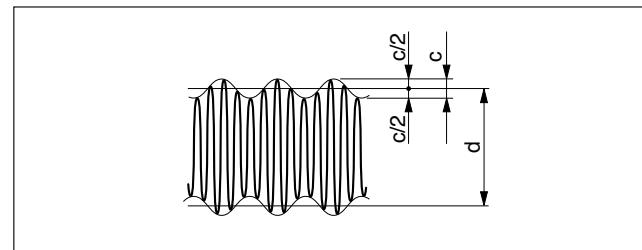

Abb. 5
- ① Den 8poligen DIN-Verbinder (Stecker) in die Anzeigeeinheit einführen, und dann die Anzeigeeinheit einschalten. Das Einschaltverfahren ist der Bedienungsanleitung der LT20A zu entnehmen.
- ② Halten Sie eine Oszilloskopsonde an den PM-Kontakt der Vorverstärkerplatine, und klemmen Sie eine Erdklemme an die Steckverbinder schraube an.
- ③ Stellen Sie das Oszilloskop auf 0,5 V/div, 5 ms/div ein, und verstellen Sie (TIME/div), während Sie die Skala mit einer Geschwindigkeit von 1 bis 10 m/min bewegen, so daß die in Abb. 5 gezeigte Wellenform erhalten wird.